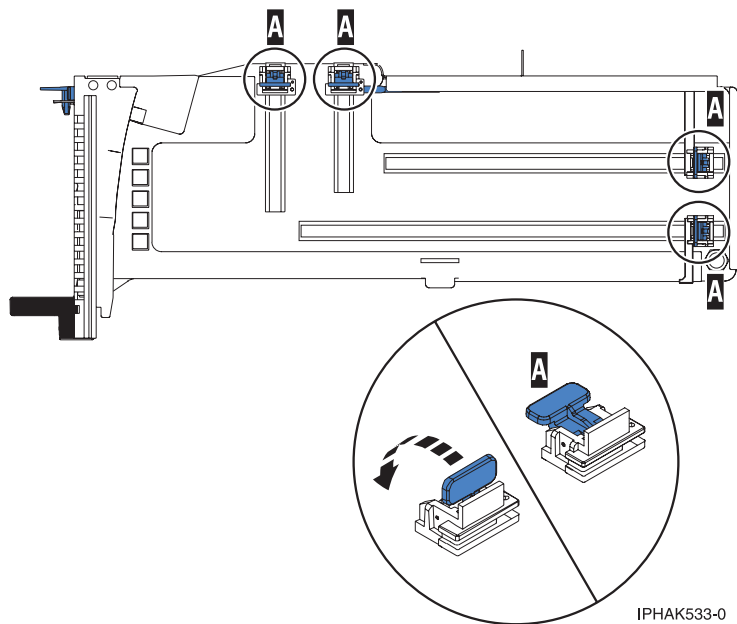

Abbildung 106. Adapterhalterungen
- b. Achten Sie darauf, dass alle Adapterhalterungen (**A**) nach außen zu den Kanten der Kassette gedrückt wurden, damit der Adapter installiert werden kann. Siehe Abb. 106 auf Seite 149.